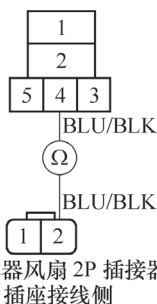

图 5-121 检查风扇控制继电器 5P 插座的 4 号端子与散热器风扇 2P 插接器的 2 号端子之间的导通性
29) 如图 5-121 所示，检查风扇控制继电器 5P 插座的 4 号端子与散热器风扇 2P 插接器的 2 号端子之间的导通性。如果不导通，维修风扇控制继电器与散热器风扇之间的导线开路故障；如果导通，进行下一步检查。